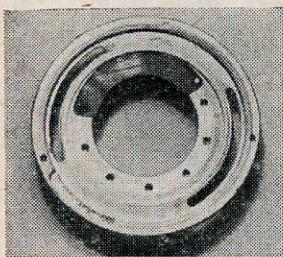
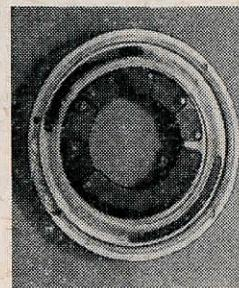

Рис. 25. Установка первого лепестка диафрагмы при сборке
Рис. 26. Установка последующих лепестков диафрагмы при сборке
**Сборка диафрагмы** производится следующим образом. Правой рукой при помощи пинцета берут один лепесток с таким расчетом, чтобы штифт, обращенный книзу, был с левой стороны лепестка и укладывался в отверстие крышки затвора так, как показано на рис. 25. Затем по порядку укладывают еще семь лепестков (рис. 26). Дальше укладку лепестков продолжать нельзя, так как можно рассыпать уже уложенные лепестки. Чтобы при дальнейшей укладке лепестки не рассыпались, их придерживают большим пальцем левой руки и подсовывают остальные один за другим, стараясь не рассыпать уложенные ранее лепестки.